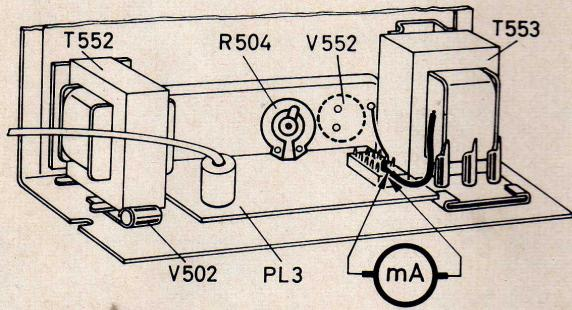

Fig. 25
- Raccorder un milliampèremètre (Multavi V, $R_i = 0,2 \Omega$ à $1,5 A$) dans la ligne collectrice du transistor final V 552 (fig. 25).
- Régler le courant de repos moyennant le potentiomètre ajustable R 504 (fig. 25) sur 700 mA à une tension batterie de 7 V mesurée derrière l'interrupteur.
- Conectar un miliamperímetro (Multavi V, $R_i = 0,2 \Omega$ a $1,5 A$) en la línea colectora del transistor final V 552 (fig. 25).
- Ajustar la corriente de reposo a 700 mA con el ajustador R 504 (fig. 25) y con un voltaje de batería de 7 V, medido detrás del interruptor.